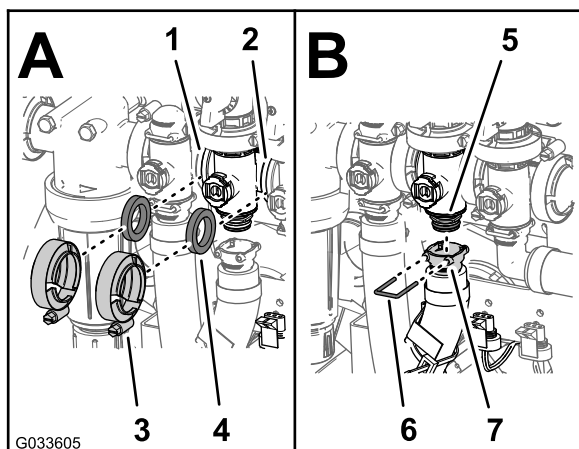

Figura 128
2. Montate la valvola di bypass dell'agitatore, la guarnizione e il collettore della valvola dell'agitatore con un morsetto flangiato e serrate manualmente (Figura 128).